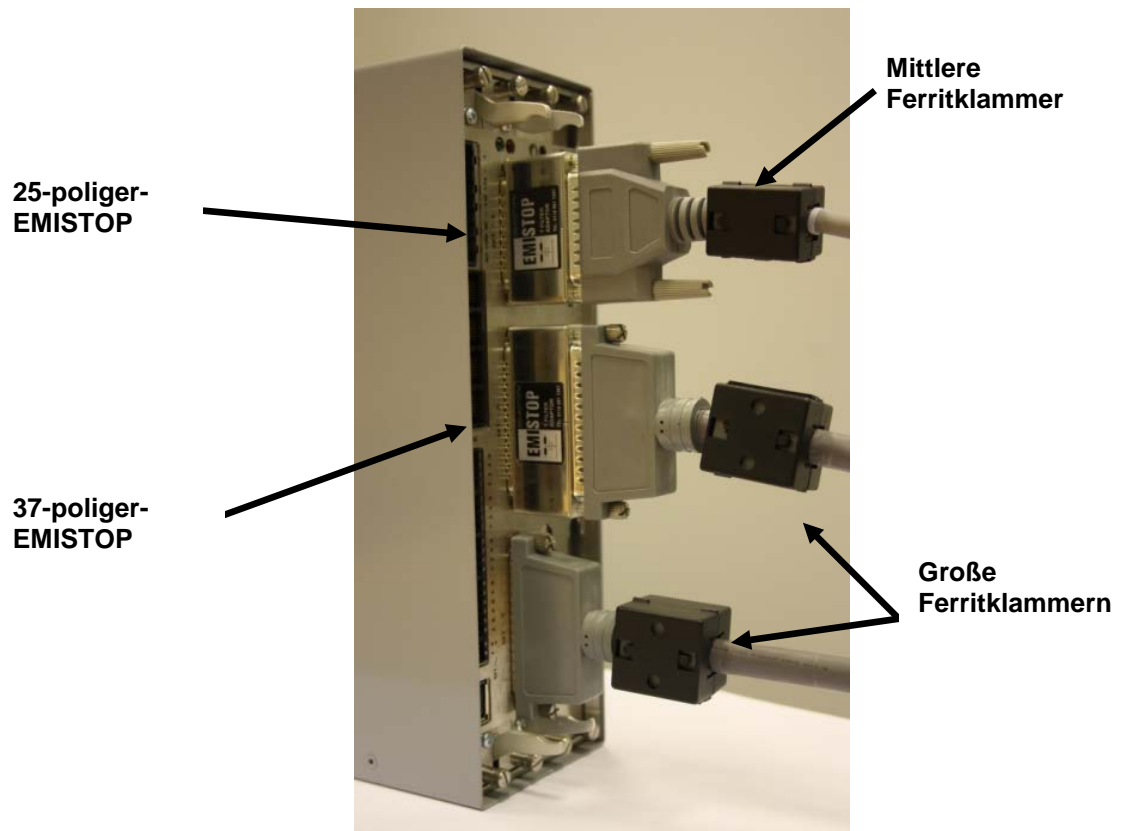

Abbildung 2-14. Klemmen an der E/A-Modulverdrahtung
4. Platzieren und sichern Sie die 25-poligen und 37-poligen EMISTOP-Adapter (siehe *Abbildung 2-13*) auf den Buchsen A und B des E/A-Moduls (siehe *Abbildung 2-14*).
6. Bringen Sie eine kleine Ferritklemme an der Verkabelung zur Buchse A des E/A-Moduls an. Bringen Sie große Ferritklammern an den Kabeln zu den Buchsen B und C an (siehe *Abbildung 2-14*).